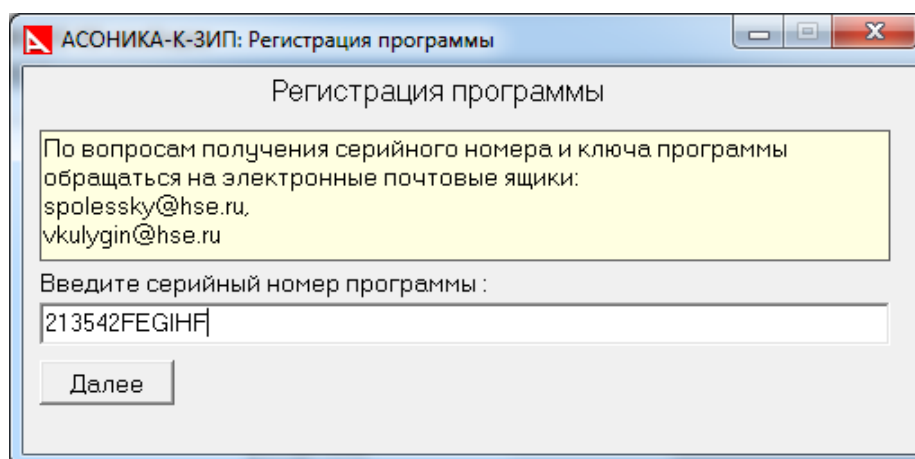

Рис. 3.8. Регистрация Системы. Ввод серийного номера
- В появившемся окне (см. рис. 3.8) Вы должны ввести уникальный серийный номер Системы (уникальный серийный номер указан на установочном диске).